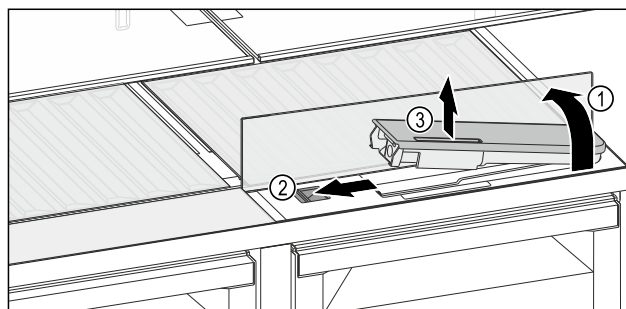

Fig. 129
- Soulever la tablette et la rabattre vers l'arrière jusqu'à la butée Fig. 129 (1).
- Pousser le curseur Fig. 129 (2) vers la gauche.
- Sortir le filtre à eau Fig. 129 (3).